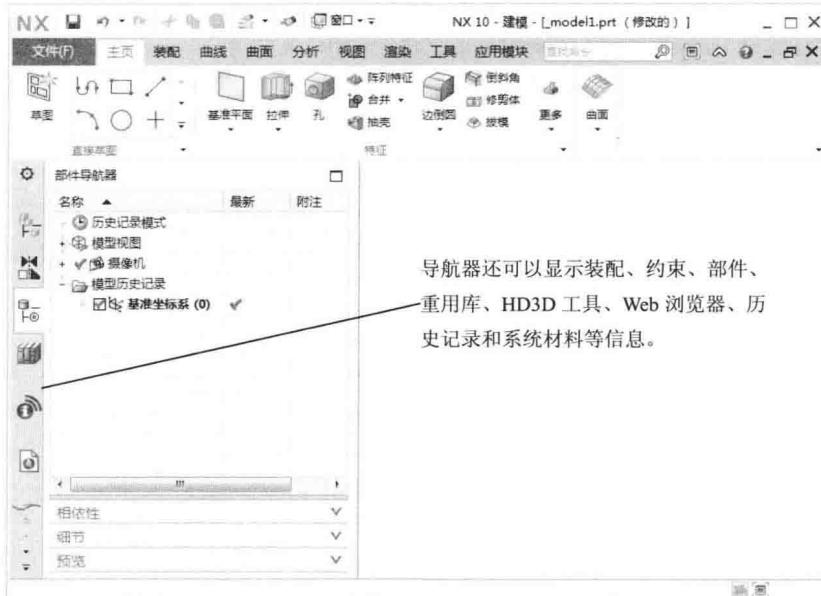

图 1-6 部件导航器
单击【部件导航器】按钮⑥，则弹出如图 1-6 所示的窗口。该导航器显示当前零件的模型树，即创建过程。